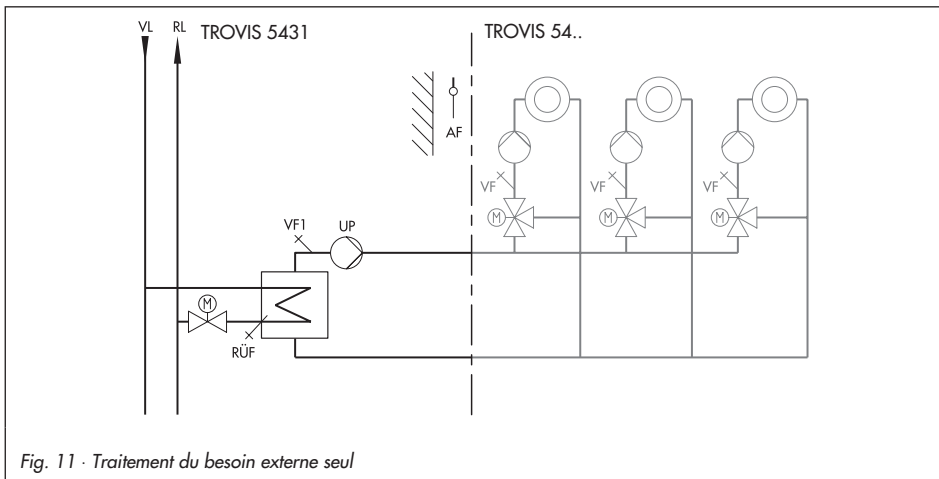

Fig. 11 · Traitement du besoin externe seul
- ▶ Sans sonde extérieure (CO1 F07-0), le régulateur TROVIS 5431 règle uniquement le besoin externe des régulateurs secondaires représentés sur la fig 11. Dans ce cas, il n'est pas possible de régler des périodes d'occupation. La consigne est réglée en fonction de la demande externe entre une température maximale et minimale. Un signal d'entrée inférieur à 1 V (12 °C) indique l'absence de besoin externe, la vanne primaire est fermée et la pompe UP est coupée.